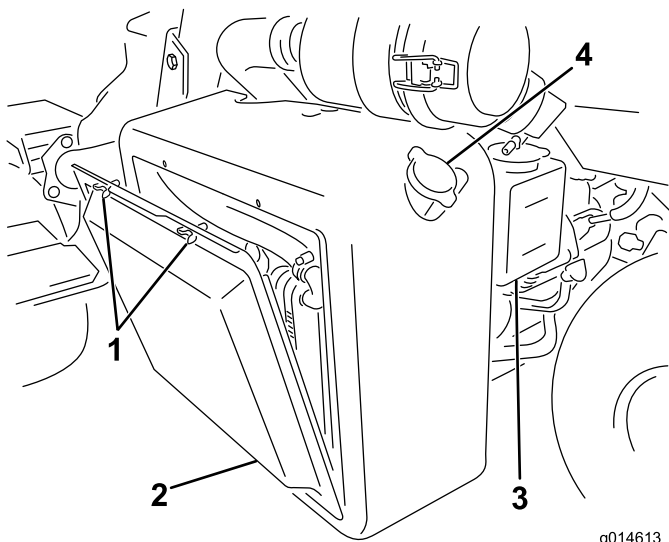
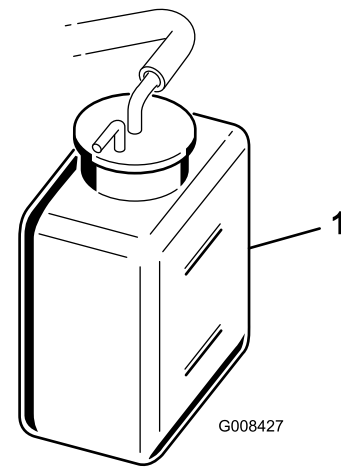

Figura 44
Figura 45
1. Retire o painel do radiador (Figura 44).
2. Verifique o nível do líquido de arrefecimento do motor (Figura 44 e Figura 45).